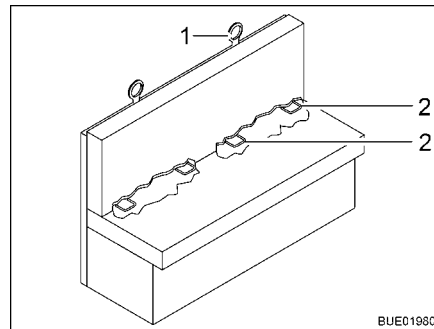

Fig. 23 Blocco di sicurezza per bambini Isofix
Se il veicolo è dotato del blocco di sicurezza per bambini Isofix, i sedili del veicolo idonei per il suo montaggio sono identificati con un simbolo Isofix. Questi sedili del veicolo dispongono di staffe di supporto (Fig. 23,2) e di un punto di ancoraggio in alto sullo schienale del sedile (Top Tether) (Fig. 23,1). Utilizzare seggiolini per bambini idonei per Isofix. I seggiolini per bambini sono provvisti di braccetti di ritenuta da far scattare nelle staffe di supporto del sedile del veicolo.
- Se possibile, fissare il seggiolino per bambini anche al Top Tether (Fig. 23,1).